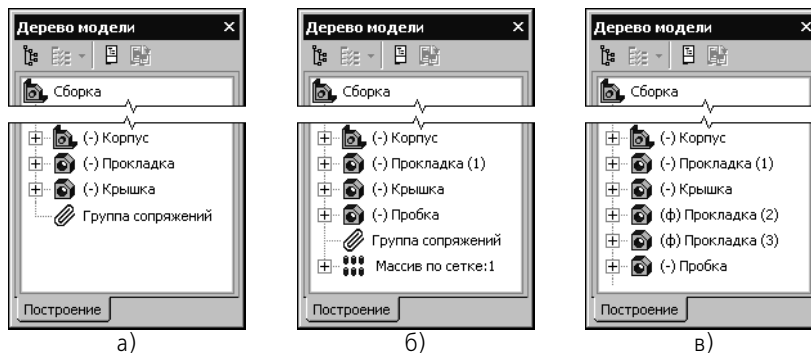

Рис. 119.1. Создание и разрушение массива компонентов
Например, в сборке имелись добавленные друг за другом компоненты: Корпус, Прокладка, Крышка (рис. 119.1, а). После этого был создан массив Прокладок и добавлен компонент Пробка (рис. 119.1, б). Затем массив был разрушен. Порядок следования компонентов в Древе после разрушения массива будет следующим: Корпус, Прокладка (1), Крышка, Прокладка (2), Прокладка (3), Пробка (рис. 119.1, в).